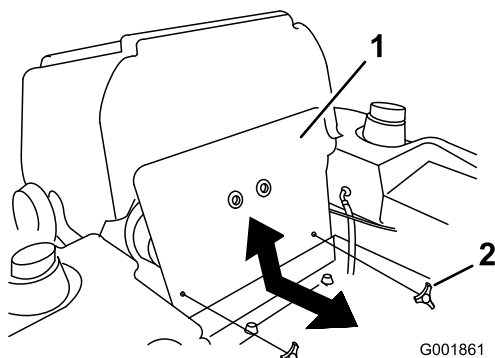

Figura 71
3. Inclíne el asiento hacia adelante y retire el panel delantero del motor (Figura 71).
7. Instale el panel delantero del motor (Figura 71).